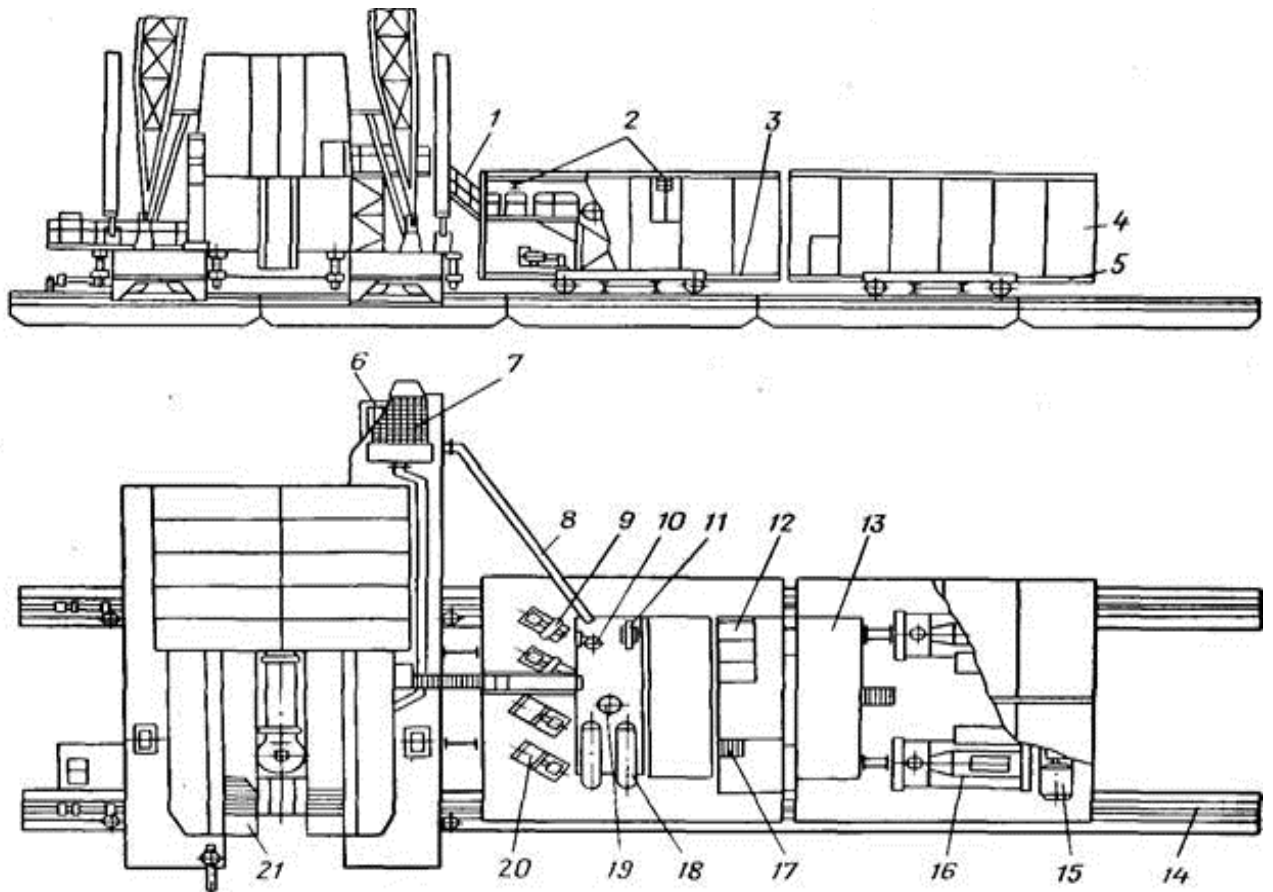

Рисунок 40.1 – Схема расположения оборудования буровой установки БУ 3000 ЭУК:
1. Изучить схему расположения оборудования буровой установки БУ 3000 ЭУК (см. рисунок 40.1).